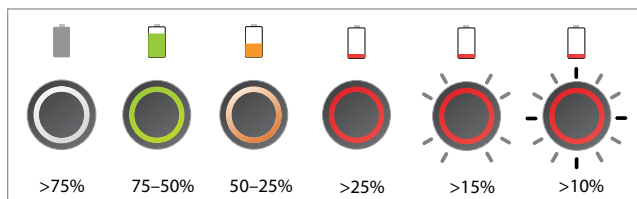
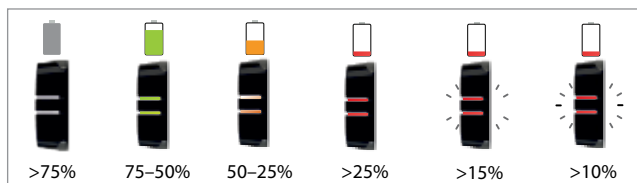

Figure 5
Figure 6
- Pendant que la batterie se charge, les voyants de la commande iWOC One (figure 5) et iWOC Trio (figure 6) changent également de couleur et clignotent pour indiquer l'état de charge. Lorsque les voyants des iWOC One/Trio sont blancs et ne clignotent plus, la batterie est complètement chargée.